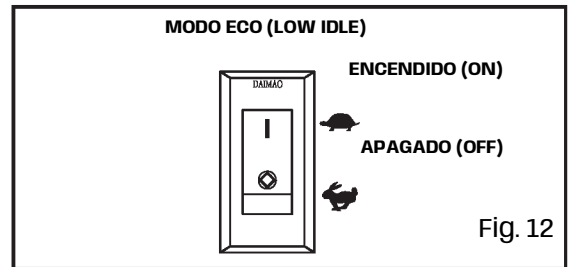

Fig. 12
1. Gire el interruptor del MODO DE ECO (Fig. 12) a la posición "APAGADO" ("OFF").